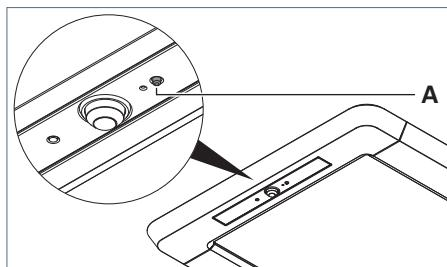
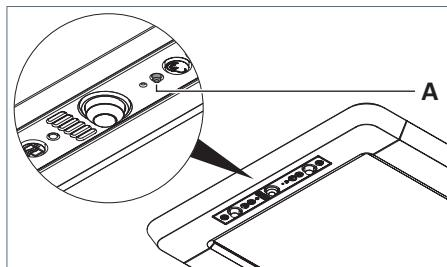

Fig. 25: Esecuzione del reset, versione R.
Fig. 26: Esecuzione del reset, versione RX.
► Premere il tasto **A**, mantenerlo premuto e ricollegare l'apparecchio all'alimentazione, vedere Fig. 25 e vedere Fig. 26.